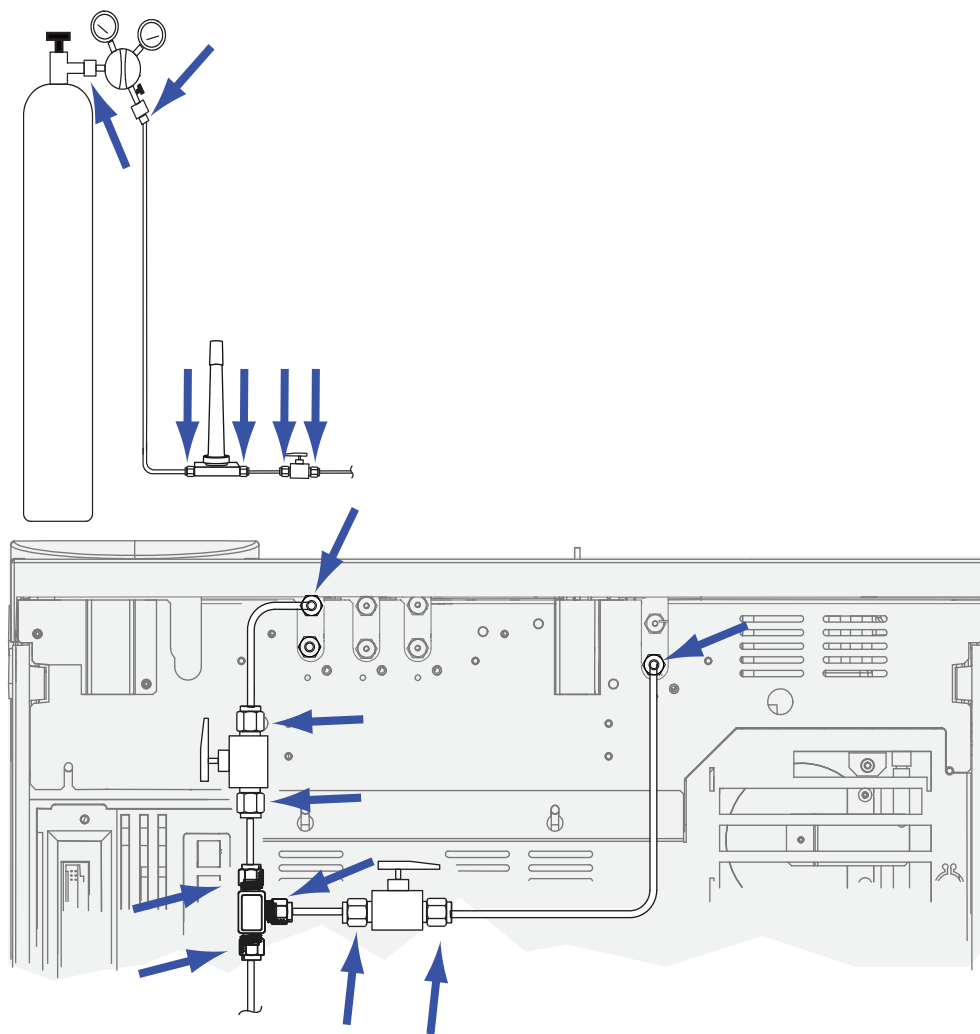

図 13 リーク検査をする場所
- 4 10 分待ちます。圧力の低下が 7 kPa (1 psi) より大きい場合は、外部接続部分に漏れがあります。リークディテクタを使用して、各フィッティングのリークを調べます。「図 13」を参照してください。